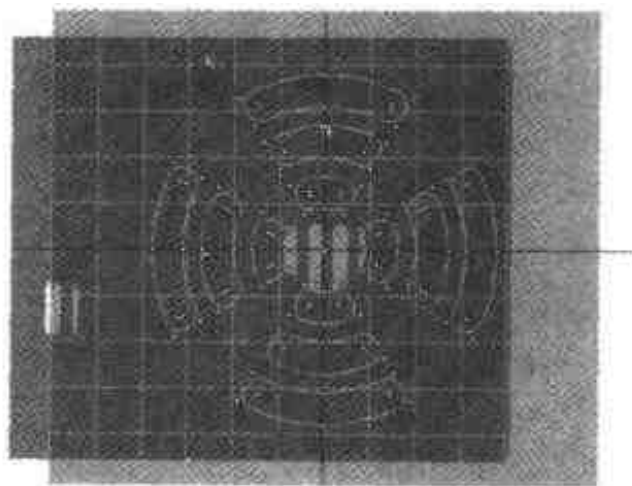

图 4.54 自定义轮廓线
- (2) 在零件设计树中右击【自定义轮廓】后选择【编辑截面】命令，利用二维编辑工具绘制如图 4.54 所示的图形。